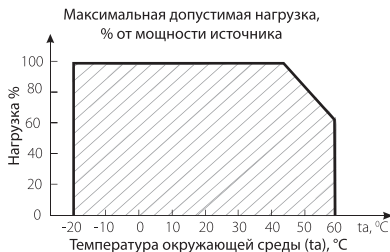

Рис. 2
- 4.3. Не нагружайте источник питания более 80% от его максимальной мощности. Учитывайте, что с повышением температуры окружающей среды, максимальная мощность источника питания снижается, и при максимально допустимой температуре составляет 60% от номинальной (см. график зависимости на Рис.2).